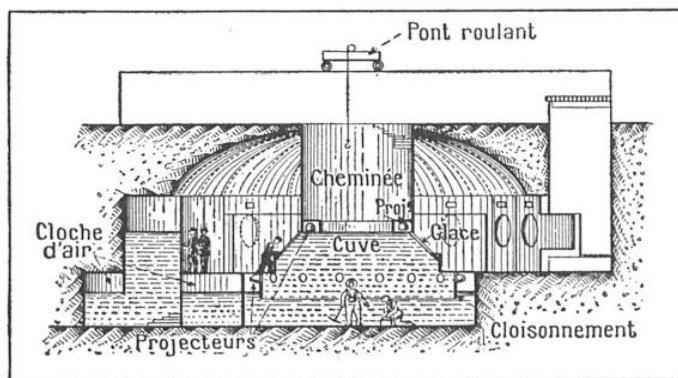

FIG. 1. — VUE EN COUPE DE LA CUVE AMÉNAGÉE AU TROCADÉRO POUR LES EXPÉRIENCES DE TRAVAIL AQUATIQUE
On y a donc édifié une cuve géante en ciment armé, de 6 à 8 m de diamètre, et de 4 m 50 de profondeur, surmontée d'une cheminée centrale, également en ciment armé, de 3 m de diamètre (fig. 1). Le bord supérieur de la cuve est raccordé à cette cheminée au moyen de glaces transparentes inclinées à 45°, maintenues par des châssis eux-mêmes en ciment armé (2). Pendant les démonstrations de plongées et de tra-
(1) Nos lecteurs connaissent déjà le rôle de la science et de la technique dans un aquarium d'eau douce ou d'eau salée. (Voir *La Science et la Vie*, n° 238, page 285.)
(2) Bien que l'épaisseur des glaces atteigne 35 mm, une flexion des châssis qui les supportent, sous le poids de la cheminée centrale, risquerait de les faire « éclater ». Aussi cette cheminée ne repose-t-elle pas sur ces châssis, mais est « suspendue » à la voûte de l'ouvrage.
d'abord des plongeurs sans appareil respiratoire auxiliaire paraissent y battre les records des fameux pêcheurs de perles japonais, qui sont capables de demeurer deux à trois minutes sous l'eau. En effet, autour de la cuve, sous les spectateurs, un cloisonnement particulier (fig. 1) ménage une sorte de cloche où le plongeur peut aisément renouveler sa provision d'air.